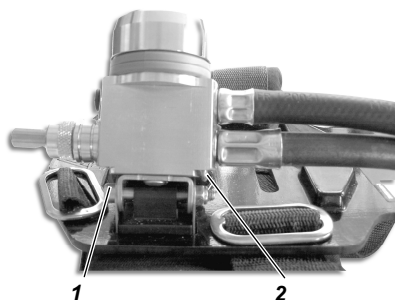

Рис. 8 Снятие редуктора давления
- (3) Вытяните наплечные и поясной ремни из отверстий в несущей пластине.
- (4) Открутите винт (1) скобы крепления редуктора давления (см. Рис. 8).
- (5) Снимите редуктор давления со шлангами с несущей пластины.